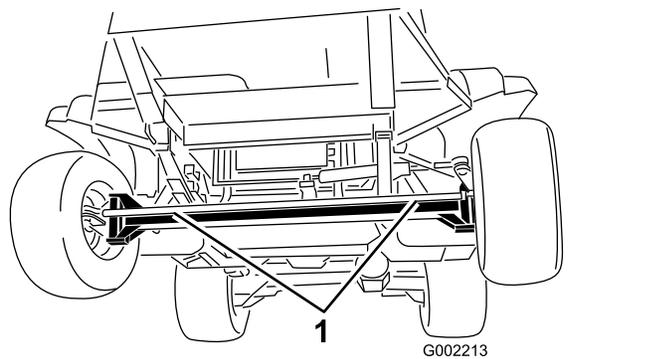
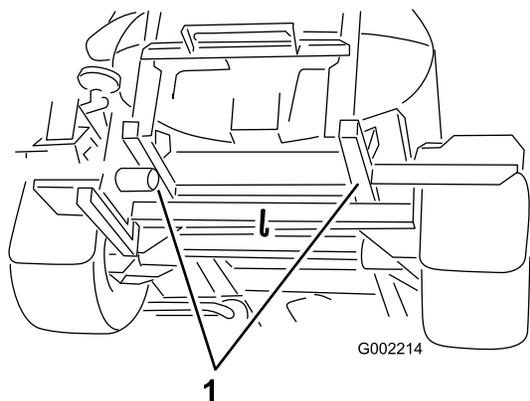

Figura 53
Figura 54
2. Applicare un cavo di traino al telaio; fate riferimento ai punti di traino anteriori e posteriori in Figura 53 e Figura 54.